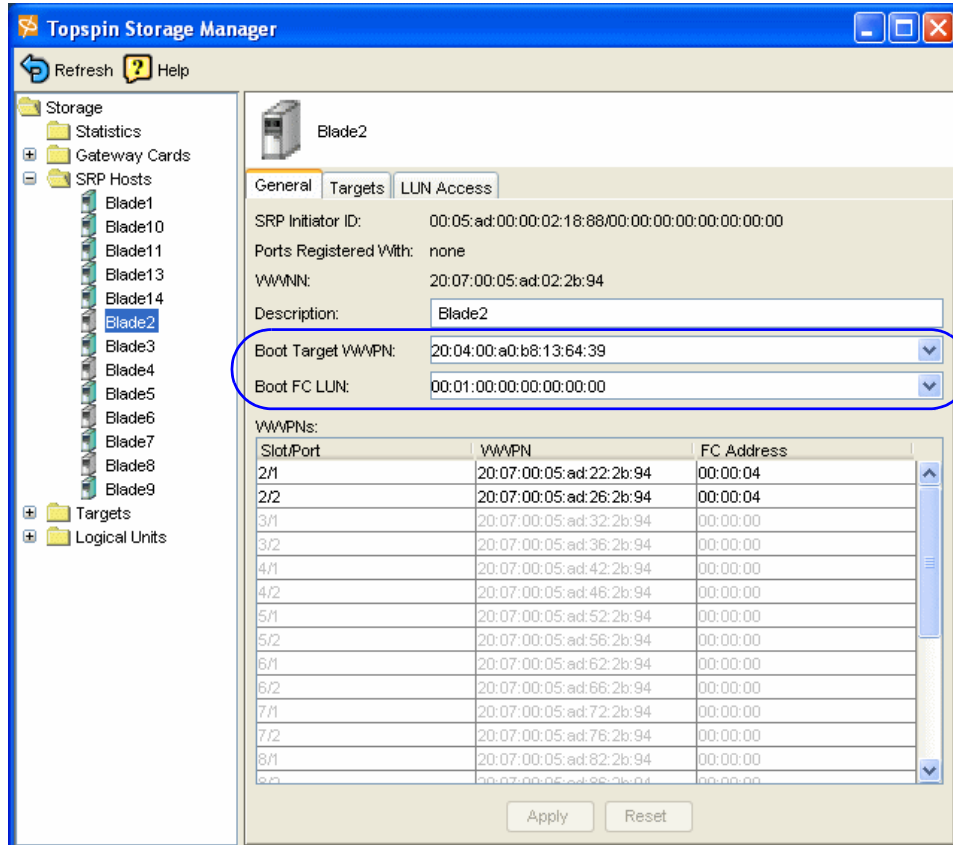

図 8-3 Topspin Storage Manager
6. 「SRP Hosts」を展開し、ホストを選択します。（ここでは、図 8-3 に表示されているように、Blade2 を選択しました。）